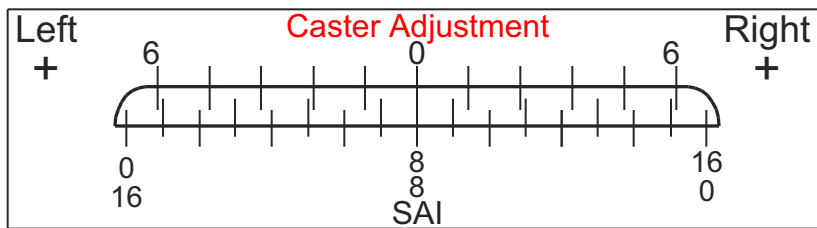

FIGURA 21
- 7) Tome la lectura correspondiente de la burbuja en la escala de Caster (figura 21). Anote y compárela con las especificaciones deseadas.